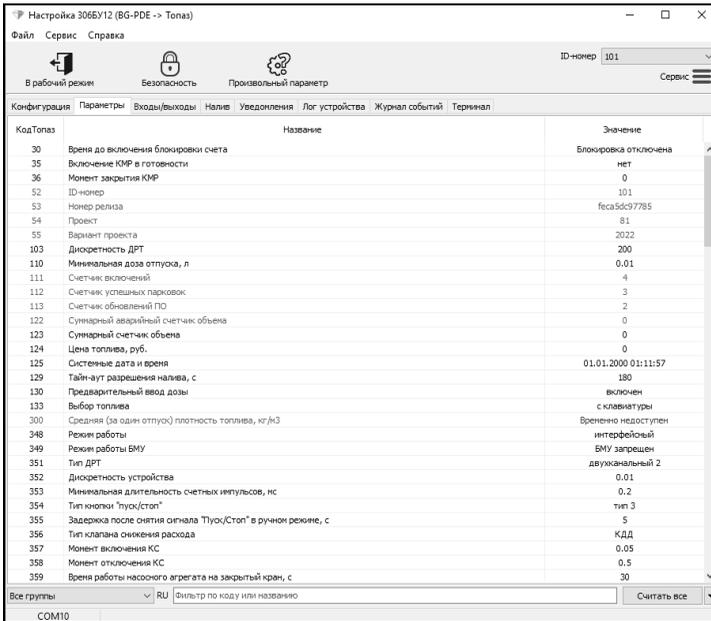

Рисунок 12
6.9 На вкладке "Параметры" (рисунок 12) можно просмотреть и при необходимости изменить значения параметров устройства.